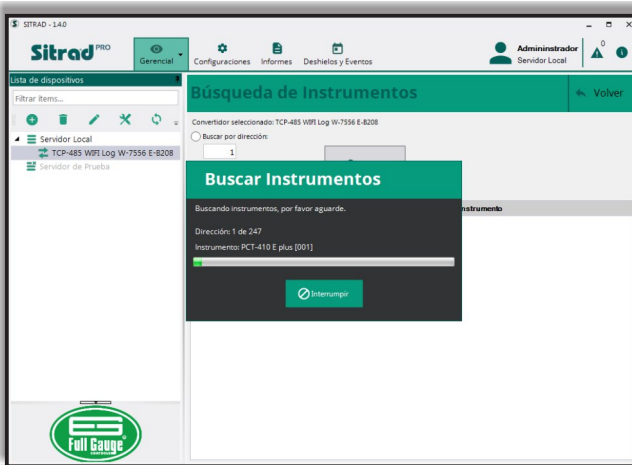

Figura 30
Paso 6: La guía **Búsqueda de Instrumentos** permite registrar los instrumentos por dirección. Existen dos opciones: **Buscar por dirección**, en que se busca un instrumento específico, y **Buscar franja de direcciones**, en que se busca varios instrumentos con direcciones dentro de la franja seleccionada. Después de escoger la opción, basta hacer clic en **Buscar**, que el Sitrad™ hace el registro automático de los instrumentos (Figura 30). Si opta por buscar en la franja completa de direcciones, el proceso puede llevar algunos minutos. Los instrumentos registrados pasarán a aparecer en la guía **Lista de dispositivos**, relacionados al convertidor.